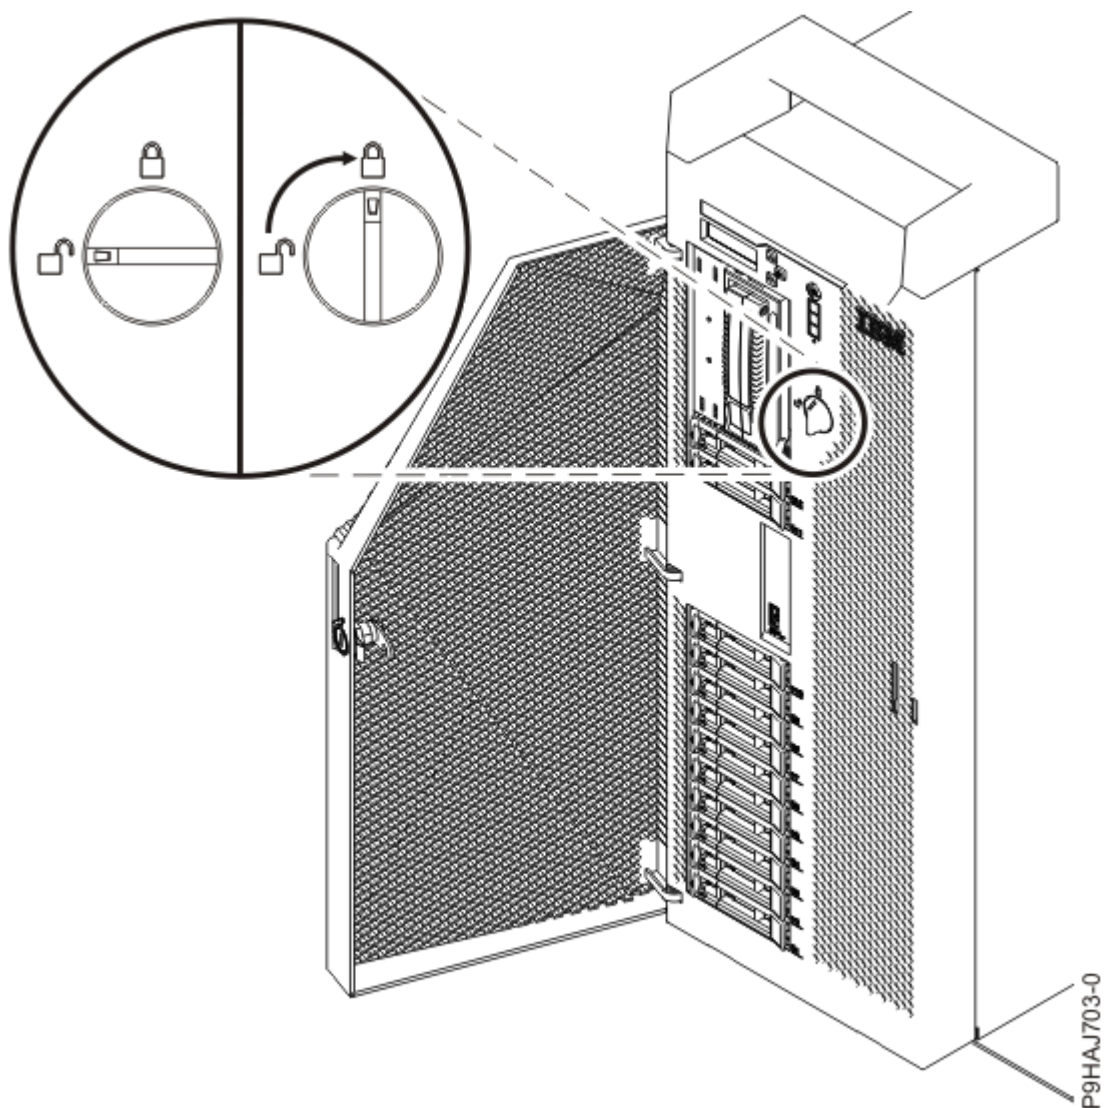

Figure 91. Fermeture du loquet de couvercle avant
- d) Tournez le loquet du couvercle vers la droite (dans le sens des aiguilles d'une montre) afin de verrouiller le couvercle. comme illustré dans la Figure 91, à la page 96.